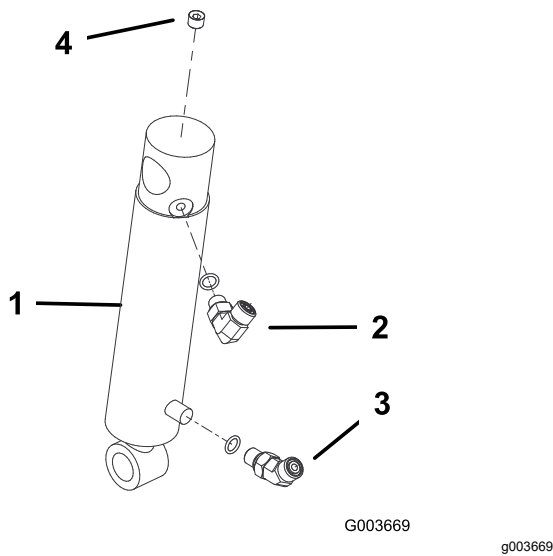

Bild 17
1. Schrauben Sie ein 90°-Anschlussstück in den oberen Anschluss des Hydraulikzylinders. Bringen Sie das Anschlussstück so an, wie in Bild 17 gezeigt.
2. Schrauben Sie ein 45°-Anschlussstück in den unteren Anschluss des Hydraulikzylinders. Bringen Sie das Anschlussstück so an, wie in Bild 17 gezeigt.